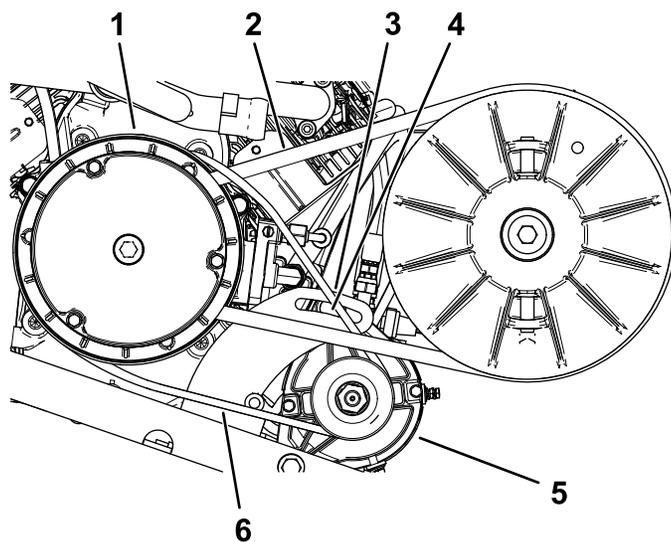

Figura 71
2. Allentate il dado di rotazione del generatore di avviamento (Figura 71).
4. Applicate una pressione verso il basso sul piede di porco per ruotare il motorino di avviamento fino alla fessura in modo che la tensione della cinghia consenta soltanto una flessione di 6 mm della cinghia stessa con forza pari a 44 N·m (Figura 71).
5. Serrate il dado di rotazione a mano e rimuovete il piede di porco (Figura 71).